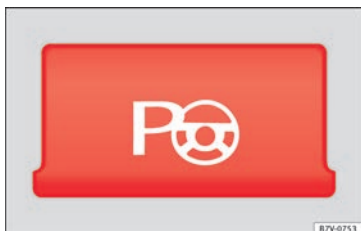

Fig. 212 Détail de la console centrale : touche pour activer manuellement l'assistant aux manœuvres de stationnement.
- **Pour des places parallèles à la chaussée :** appuyez sur la touche  **une fois** à une vitesse inférieure à environ 50 km/h (31 mph). Quand la fonction est active, un témoin sur la touche » **fig. 212** s'allume.
- **Pour des places perpendiculaires à la chaussée :** appuyez sur la touche  **deux fois** à une vitesse inférieure à environ 50 km/h (31 mph). Quand la fonction est active, un témoin sur la touche » **fig. 212** s'allume.
- Appuyez sur la touche . Quand la fonction est active, un témoin sur la touche **» fig. 212** s'allume.